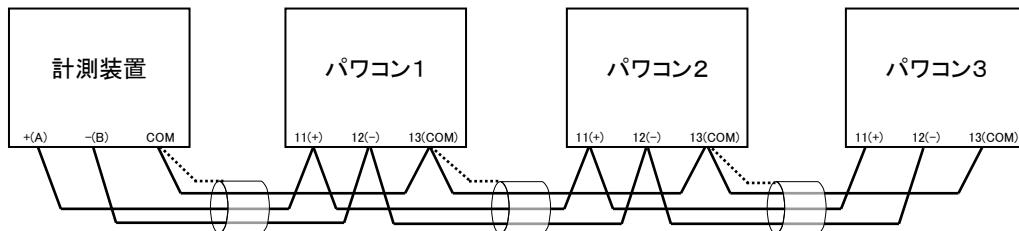

図 6.6.1 パワーコンディショナ3台設置時の接続例
- 信号用端子台(TB3)の計測装置出力(端子番号 11(+), 端子番号 12(-), 端子番号 13(COM))から出力されますので、計測装置へと接続して下さい。配線にはシールド付きのツイストペアーケーブルを使用し、1点接地になるようにして下さい。図 6.6.1 を参考にして下さい。
- パワーコンディショナが複数台接続される場合には、各パワーコンディショナ間にに対してワタリ配線を行って下さい(下図 6.6.1 参照)。